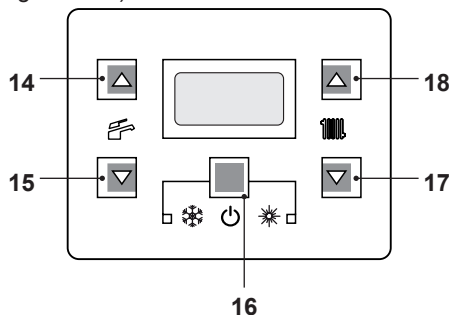
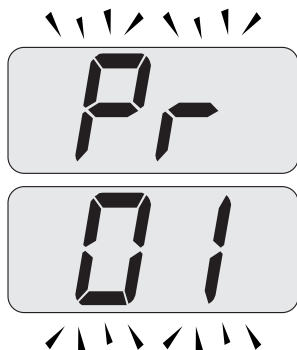

Figura 9.28
Figura 9.29
- Entrare in "modalità programmazione" premendo contemporaneamente per 10 secondi i tasti 16 - 17 - 18 (Figura 9.28) fino a far apparire sul display LCD le lettere **Pr** che si alternano con il codice **01** indicanti l'entrata nel "parametro 01" (Figura 9.29).
- Premere contemporaneamente i tasti 16 e 18 (Figura 9.28) fino a far apparire sul display LCD il valore del parametro 01 (Figura 9.30) (65=M260V.2025 SM, 68=M260V.2025 SM o 66=M260V.3035
- Premendo contemporaneamente i tasti 16 e 17 (Figura 9.28) si esce senza modificare il valore (ritorno alla lista parametri Figura 9.29)
- Premendo contemporaneamente per 10 secondi i tasti 16 - 17 - 18 (Figura 9.28) si esce dalla "modalità programmazione".